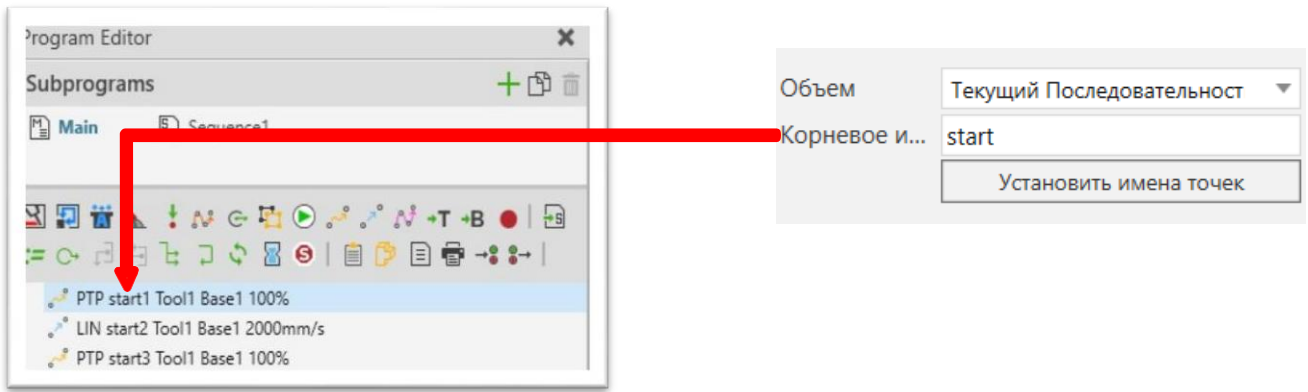

Рисунок 98 – Установить имена точек
– **Установить имена точек (рис.98):**